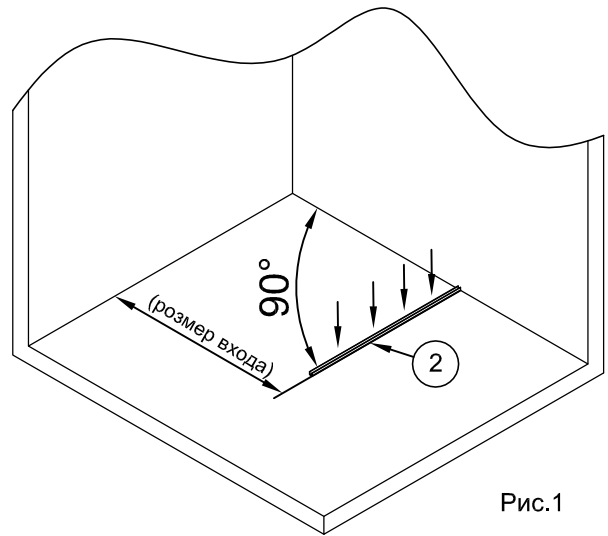

Рис.1
Прижмите профиль №2 к стене под прямым углом (рис.1).
1.2. Карандашом или фломастером проведите разметку мест сверления отверстий под дюбели, используя отверстия в профиле №2 для его крепления (рис. 1).